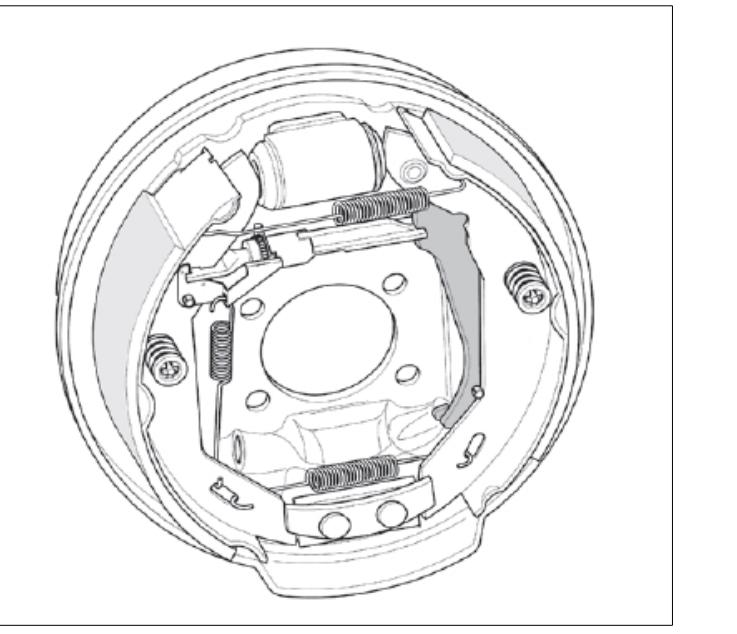

Fig. 3
**EINBAU** (Bild 3)
- Type 3 : levier de frein à main avec guide du câble de frein à main fermé (figure 3)